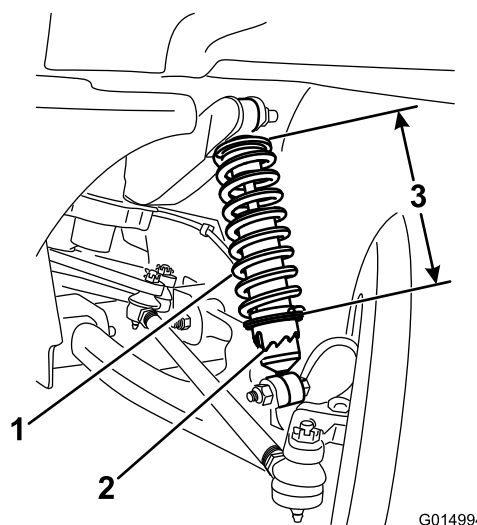

Figure 43
3. À l'aide de l'outil TORO6010, tournez la bague sur l'amortisseur pour changer la longueur du ressort (Figure 43).